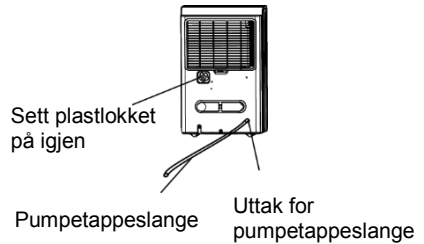

Fig. 11
- Koble slangen for kontinuerlig tapping fra enheten, og sett på plastlokket til slangeuttaket for kontinuerlig tapping ved å vri med klokken. (se fig. 11)
- Sett pumpetappeslangen inn i uttaket igjen med minst 15 mm dybde (se fig. 11), og før deretter vannslangen til gulvavløpet eller annet egnet avløp.